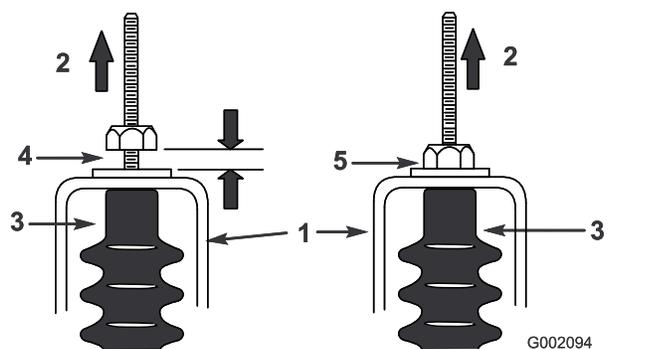

Рисунок 59
- Потяните вверх каждый трос переключения передач, чтобы убедиться в наличии зазора от 0,76 до 1,52 мм между гайкой/шайбой и кронштейном нейтрали (Рисунок 59).